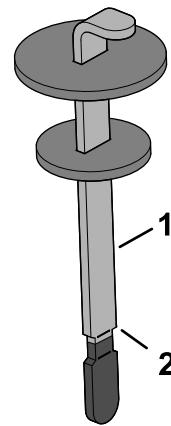

Figura 180
4. Togliete l'asta di livello dal collo del bocchettone e pulitela strofinando con un panno pulito. Inserite l'asta di livello nel collo del bocchettone, quindi estraetela e controllate il livello del fluido. Il livello del fluido deve essere pari alla tacca sull'asta di livello (**Figura 180**).